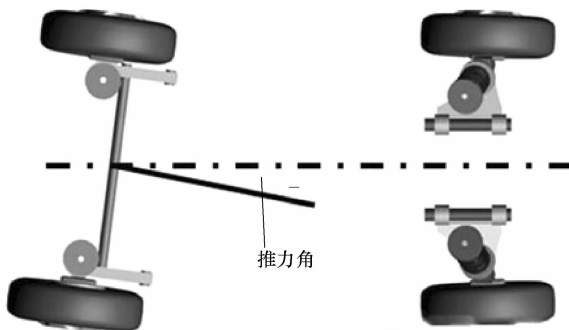

图 3.9-4 推力角
⑤ 推力角见图 3.9-4，车辆在俯视平面内纵向轴线和推力线（一条假想的线，从后轴中心向前延伸，由两后轮共同确定的后轴行驶方向线）的夹角。推力线相对纵向轴线向左侧偏斜为正，向右侧偏斜为负。运行状况良好的汽车是不应该有推力角的，但由于后轴胶套磨损等原因，会使后轴推力线偏斜，后轮沿推力线产生沿汽车质心的力矩，使汽车跑偏，因此推力角的存在是汽车跑偏的一个重要原因。四轮定位仪测量推力角的范围为  $\pm 6^\circ$ 。